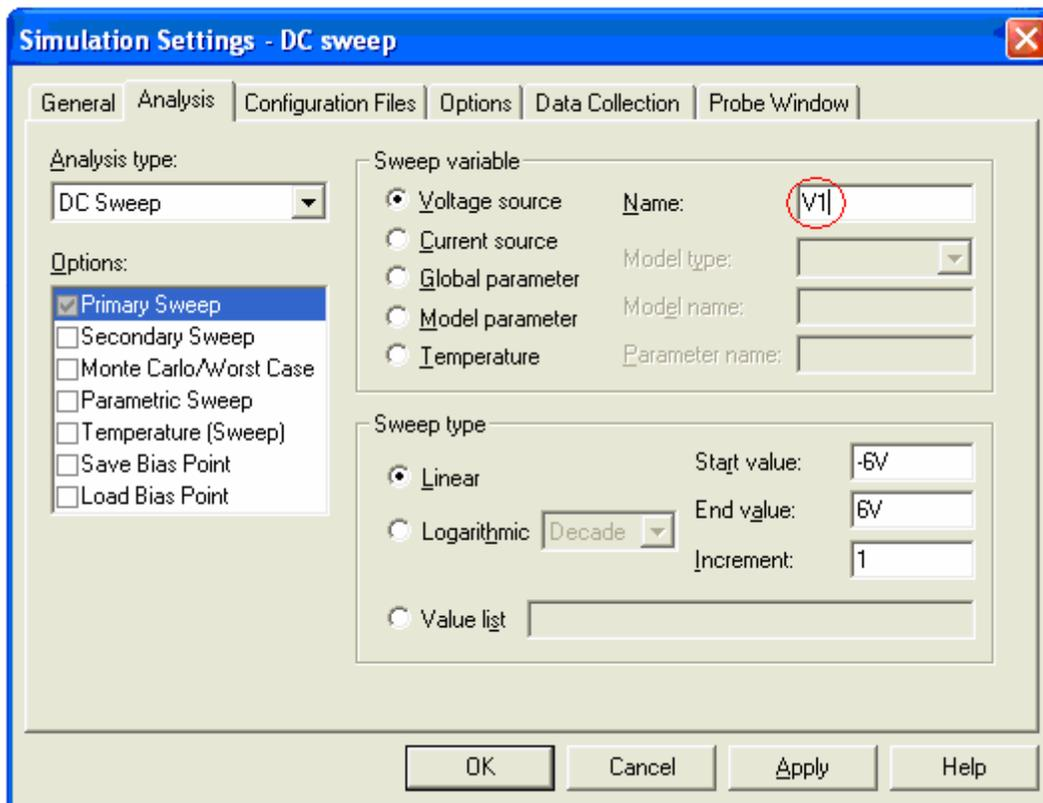

Figure 1.12: Boite de dialogue de l'option new simulation profile du menu Pspice.
- La fenêtre de la figure 1.12 est un exemple. Attribuer les valeurs de cette figure.